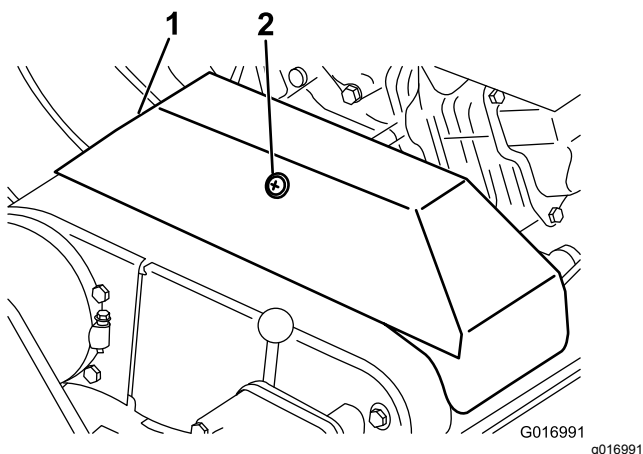

Bild 39
3. Lösen Sie den Halter, mit dem die Treibriemenabdeckung befestigt ist. Drehen Sie die Abdeckung, um sie zu öffnen (Bild 39).